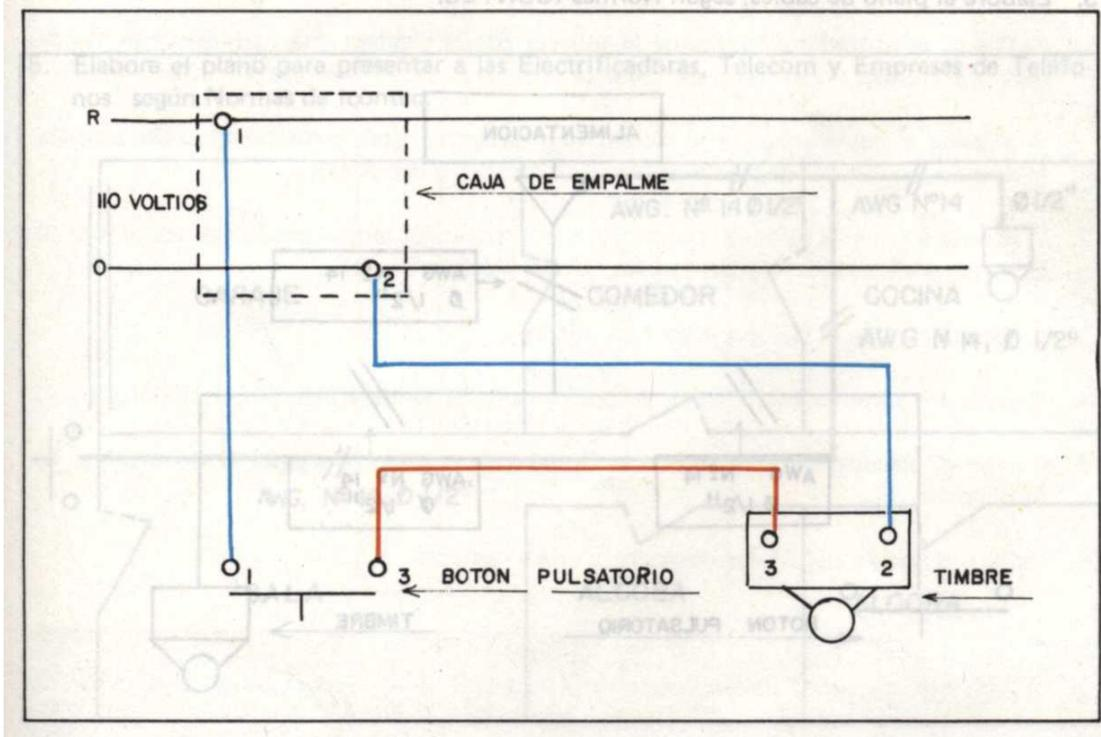

Fig. 3
1. Elabore el plano esquemático (Fig. 3).